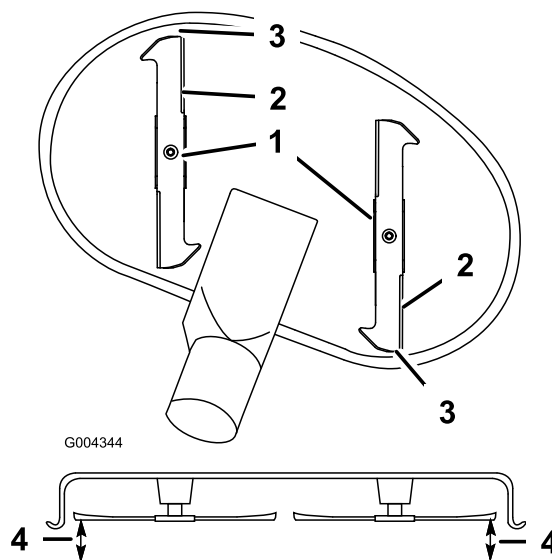

Figura 55
9. Ponga la altura de corte en **D** (76 mm) y gire con cuidado las cuchillas hasta que estén alineadas hacia adelante y hacia atrás (Figura 55).
10. Mida entre la punta de la cuchilla delantera y la superficie plana y entre la punta de la cuchilla trasera y la superficie plana (Figura 55). Si la punta de la cuchilla delantera no está entre 1,6 y 7,9 mm más baja que la punta de la cuchilla trasera, ajuste las contratueras delanteras.